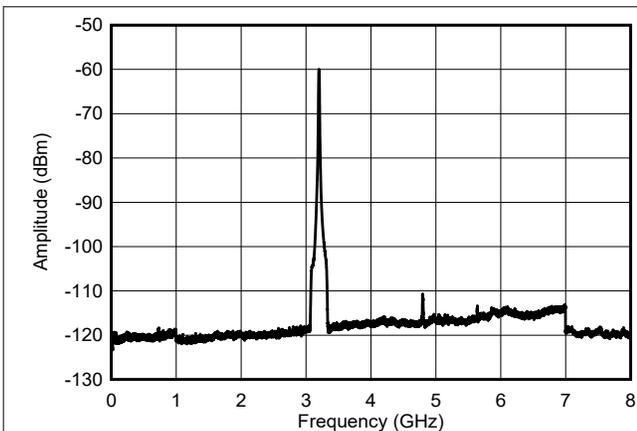
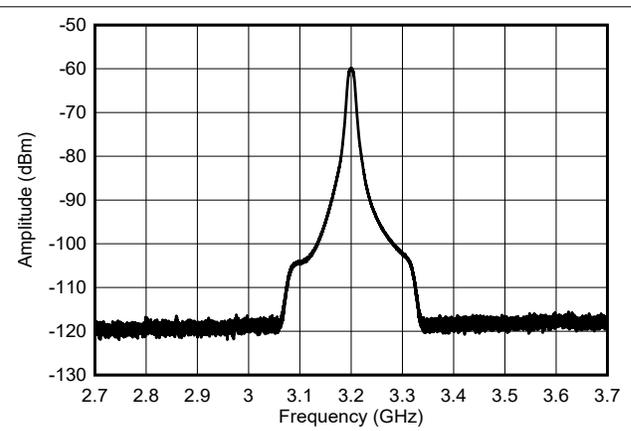
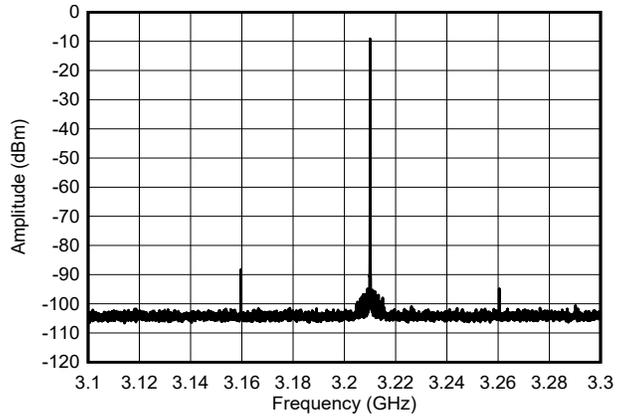

図 9-17. 0 ~ 8GHz における NLFM チャープ出力スペクトル
図 9-18. 1GHz における NLFM チャープ出力スペクトル
図 9-19. $f_{OUT} = 3.211\text{GHz}$ での帯域内単一トーンの周波数スペクトル
3.2GHz における NLFM チャープの出力スペクトルは図 9-17 に示されています。最大のスプリアスは 4.8GHz に現れる デューティ サイクル イメージであり、50dB 抑圧されています。図 9-18 に、3.2GHz を中心とする 1GHz スパンを示します。補間フィルタは、出力スペクトルを 3.2GHz における 250MHz 幅の帯域内に収めます。200MHz のスペクトル純度は、図 9-19 にフルスケールのトーンで示されています。最大のスプリアスは、3.16GHz における約 80dBc の成分であり、これは 4 次高調波 (1 次ナイキストゾーンに折り返されたもの) です。また、6 次高調波は約 86dBc です。